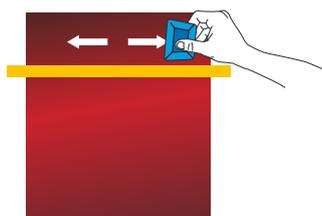

Figure 04
- › Commencer le collage du vinyle avec une raclette (préalablement recouverte de feutrine) en formant un angle à 45° et un sens d'application du centre vers les bords. (FIG. 04)